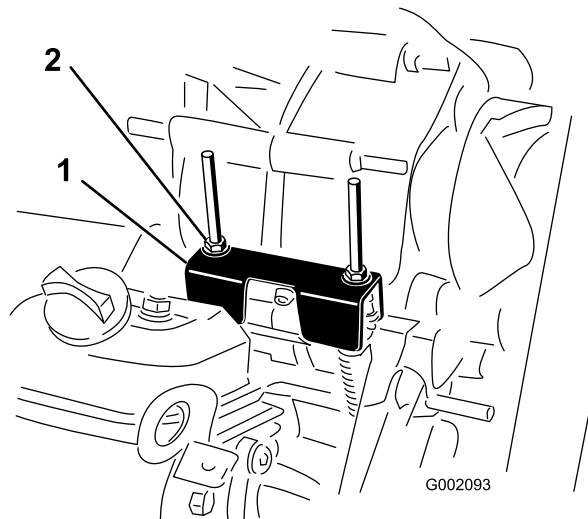

Рисунок 62
уровне кронштейна крепления троса, расположенного под кронштейном переключения передач), повернув ведомый диск сцепления (Рисунок 62).
При выполнении планового техобслуживания и/или диагностики двигателя ведущий мост необходимо переключить в положение НЕЙТРАЛЬ (Рисунок 62). У машины есть положение НЕЙТРАЛЬ на рычаге переключения передач, которое включает нейтральное положение в трансмиссии. Выполните следующие действия, чтобы убедиться в правильной работе рычага переключения трансмиссии в нейтральном положении:
3. Поверните одну из контргаек (Рисунок 62), чтобы получить зазор от 0,762 до 1,52 мм между нижней частью гайки/шайбы и кронштейном нейтрали.